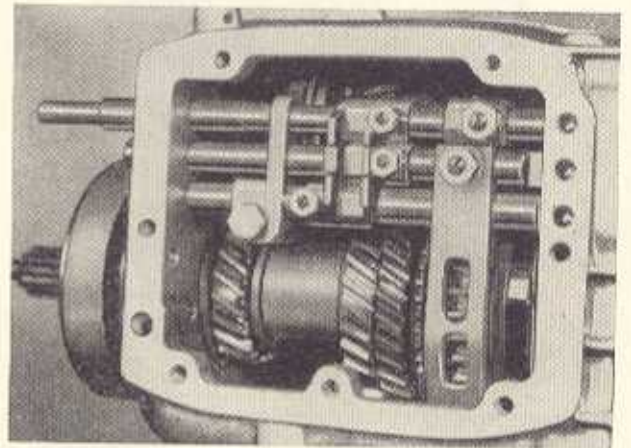

Bild G 80. Schaltstangen, Schaltgabeln und Mitnehmer
7. Auf jede Kegelschraube eine Zahnscheibe auflegen und sämtliche Sechskantmuttern aufschrauben und festziehen. Ohne Zahnscheibe besteht die Gefahr, daß sich die Sechskantmutter löst (Bild G 80).